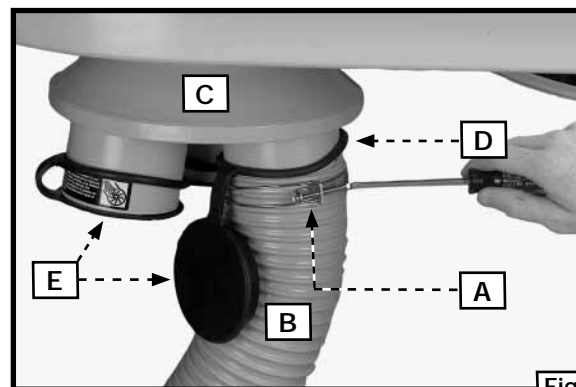

Fig. 14
NOTA: Coloque los anillos de las tapas de entrada (D) Fig. 14 sobre los extremos de cada orificio de admisión de polvo antes de conectar la manguera.
Sujete ligeramente la abrazadera de la manguera (A) Fig. 14 alrededor de un extremo de la manguera flexible (B). Conecte la manguera al orificio de admisión de polvo (C). Ajuste la abrazadera de la manguera con firmeza (A). Conecte la abrazadera restante al otro extremo de la manguera flexible y a la máquina para carpintería.
NOTA: No opere el recolector de polvo con alguno de los orificios de admisión de polvo (C) Fig. 14 descubiertos. Para cubrir el orificio que no está utilizando con la manguera, coloque la tapa de entrada plana (E) sobre el orificio de admisión de polvo, como se muestra en la Fig. 14.